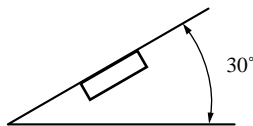

Fig. 3
- Se l'angolo di installazione supera i 30° rispetto alla posizione orizzontale, l'apparecchio potrebbe non fornire prestazioni ottimali. (Fig. 3)